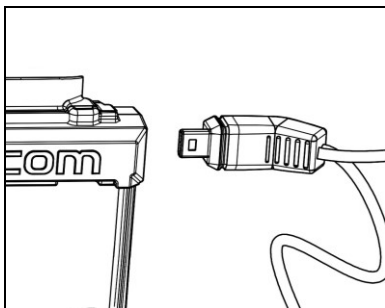

Fig. 6
- Anslut höger kablage till motsvarande del, så som visas på bilden (fig. 6).